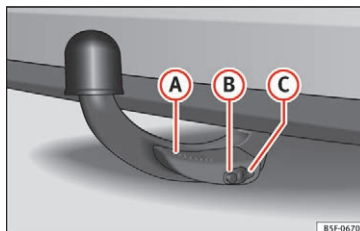

Fig. 185 Korrekt fastgjort aftageligt kuglehoved
- Armen **A** » Fig. 185 er helt løftet.
- Oplåsningsstiften **B** » Fig. 185 rager helt frem (den rød-grønne del er synlig).
- Afdækningen **C** » Fig. 185 sidder på låsen.